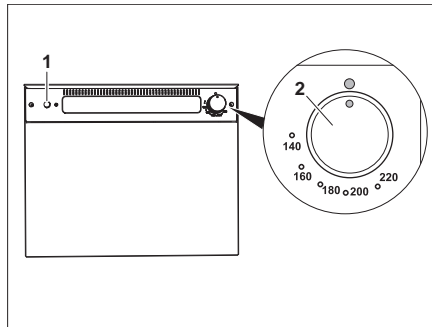

Bild 224 Gasbackofen (Thetford)
- Den Drehregler (Bild 224,2) leicht drücken und nach links auf eine beliebige Position drehen.
- Zündschalter (Bild 224,1) so oft drücken, bis die Flamme brennt.
- Den Drehregler (Bild 224,2) auf "O" drehen. Die Flamme erlischt.